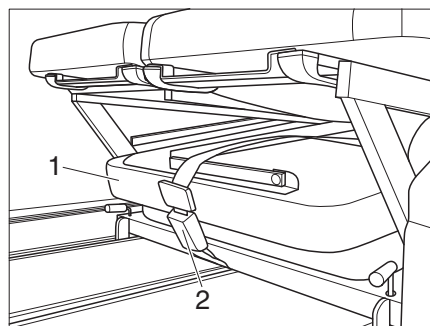

Figura 8 Guardar extensión de cama
Durante el viaje la extensión de cama debe estar asegurada con el cinturón de seguridad (Figura 8,2).
- Guarde la extensión de cama (Figura 8,1) debajo del banco de asiento y fíjela con el cierre del cinturón (Figura 8,2).